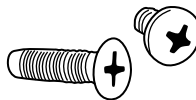

Figura 1
Escoja una superficie con panel liso y en un sitio conveniente y de suficiente tamaño para acomodar la unidad. A la unidad se la puede instalar en cualquier orientación y cumplirá con la norma NFPA 1901-14.1.11.2. A la unidad se la asegura al camión por medio de dos soportes de aluminio en forma de "L". Los soportes se sujetan al camión con cuatro (4) tornillos avellanados de cabeza Phillips enroscables y de acero inoxidable #10, que se proveen. La Powerhouse se fija a los mismos soportes con cuatro (4) tornillos de cabeza Phillips de cono aplanado de acero inoxidable #10, que vienen también con la unidad (Vea la Figura 1).